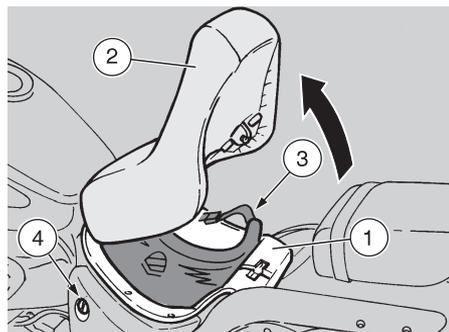

Fig. 9
COFFRE A CASQUE / DOCUMENTS (Fig. 9)
Le coffre à casque / documents (1) se trouve sous la selle du pilote (2) et peut contenir un casque JET (3). Pour y accéder, insérer la clef de contact dans la serrure (4), la tourner dans le sens des aiguilles d'une montre et soulever la selle (2). Avant de positionner le casque, libérer complètement le coffre; ôter la visière éventuelle du casque et le positionner en maintenant la mentonnière tournée vers le côté droit du véhicule (voir Figure 9). Repositionner les objets éventuels qui ont été enlevés précédemment.